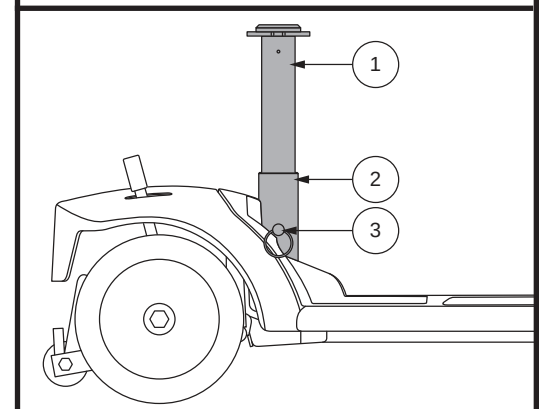

Figure 25 Réglage de la hauteur du siège
La hauteur du siège peut être réglée à volonté. Voir la figure 25.
2. Retirez le mât du siège du Travel Scooter en retirant la goupille de détente de la partie inférieure du mât du siège, puis soulevez le mât vers le haut et enlevez-le du Travel scooter. **Voir la figure 25.**